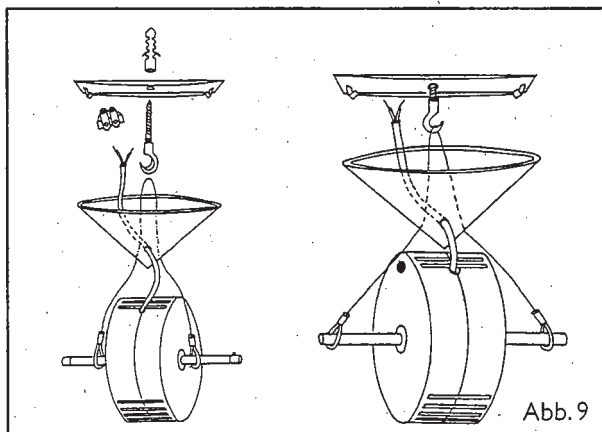

Abb. 9
3. Schließen Sie das Kabel an die Lüsterklemmen des Deckenauslasses. Schieben Sie den Baldachin nach oben, bis er in die Deckenplatte einrastet (Abb. 9).